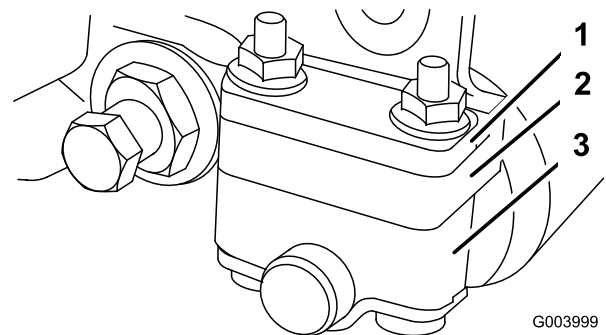
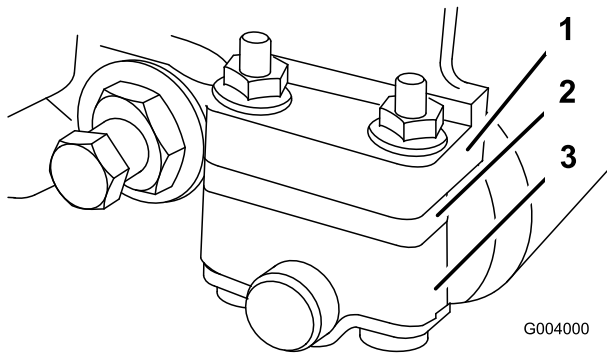

図 12
図 13
1. 使用する刈高範囲に合わせて後ローラ・ブラケットの取り付け位置を上位置または下位置に変更する (図 12 または図 13)。
刈高 1.6 mm ~ 6 mm の場合：スペーサをサイドプレート取り付けフランジの上 (出荷時の設定) にセットする (図 12)。
刈高範囲が 3 ~ 25.4 mm の場合は、スペーサを、取り付けフランジの下にセットする (図 13)。